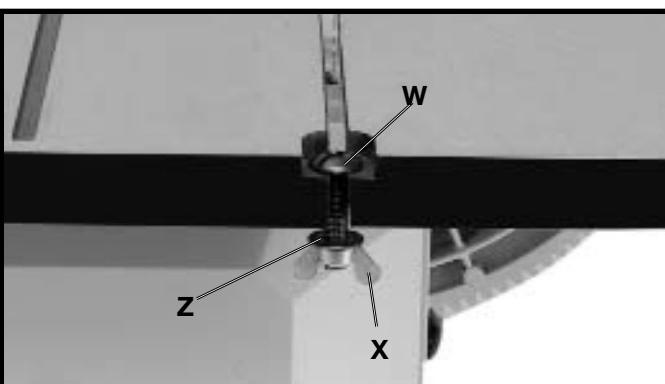

Fig. 12
10. Insérer la vis M6x1x30 mm (W) fig. 12, vers le bas à travers le trou dans la table, tel qu'ilustré, et placer une rondelle plate M6 (Z) sur la vis M6x1x30 mm (W) et enfiler l'écrou à oreilles M6x1 (X) sur la vis (W) et bien le resserrer.